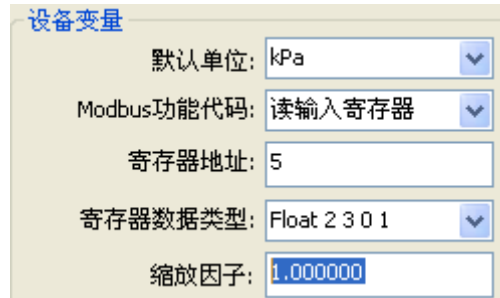

图 5.68 缩放因子选择
1. 选择“详细设计”->“传感器”->“缩放因子”对应的下拉框中，如图 5.68 所示：